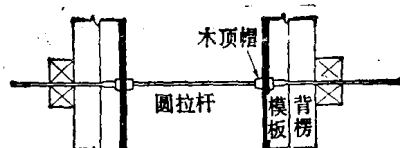

图 1-5 冈部式模板拉杆一例
(3) 模板拉杆 如图1-5所示, 由内拉杆、木顶帽、螺栓、垫圈等组成。